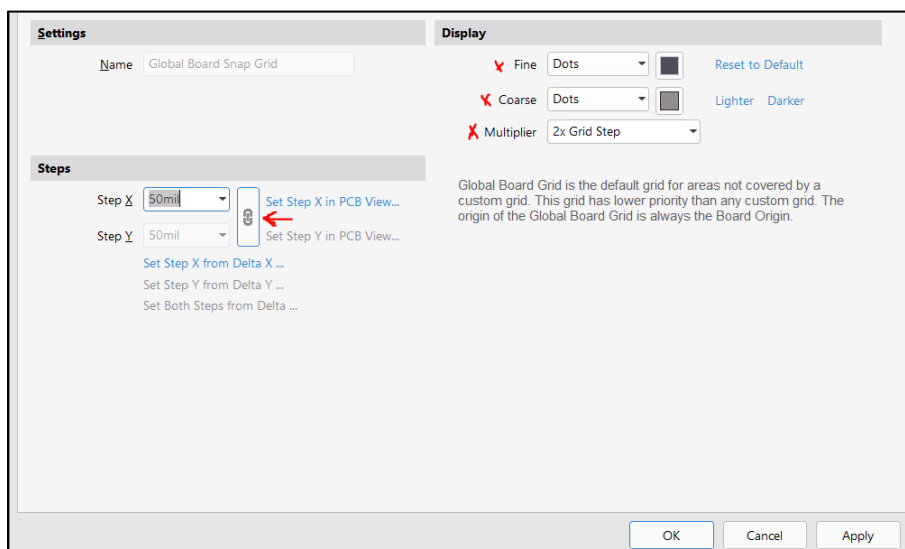

Fig. 3.22: Het dialoogvenster Cartesian Grid Editor voor het Global Board Snap Grid.
Dubbeltklik op het (voorlopig) enige raster in de **Grid Manager** (Global Board Snap Grid). De **Cartesian Grid Editor** opent (voor een raster gebaseerd op een **cartesiaans (x,y)-assenstelsel**), zoals weergegeven in Fig. 3.22. Deze Editor is ook toegankelijk via de sneltoets **<Ctrl> + <G>**.
Bekijk de volgende instellingen zoals aangeduid in Fig. 3.22 en pas aan naar wens:
- **Steps:** horizontale (Step X) en verticale (Step Y) stapgrootte van het raster. De verticale stapgrootte kan aangepast worden na het klikken op de knop ernaast (zie pijlaanduiding Fig. 3.22).